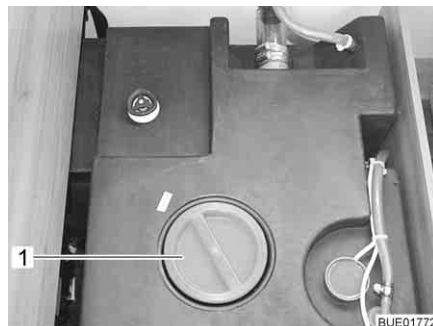

Bild 231 Vattentank med ratt
- Tag av vattentankens lock (Bild 231, 1).